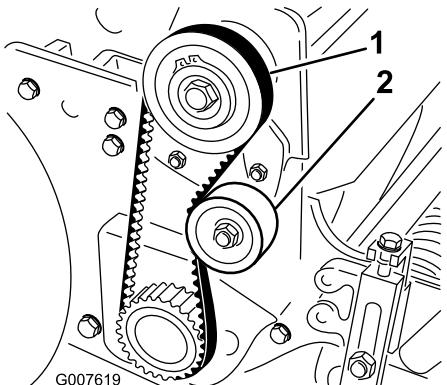

Figura 37
2. Compruebe la tensión presionando la correa en el punto intermedio entre las poleas (Figura 37) con una fuerza de entre 18 y 22 N. La correa debe desviarse 6 mm.
- Afloje la tuerca de montaje de la polea tensora y píven la polea tensora en el sentido de las agujas del reloj contra la parte trasera de la correa, hasta obtener la tensión deseada (Figura 37).